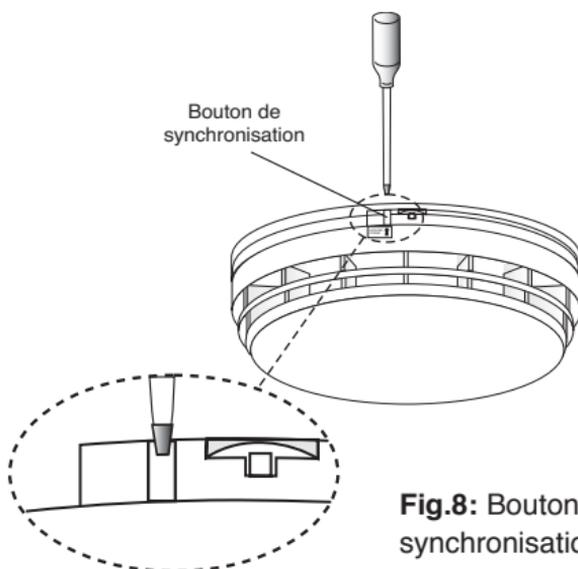

Fig.8: Bouton de synchronisation
1. Insérez un petit tournevis dans le logement vertical de la base pour activer le bouton de synchronisation (voir la figure 8). Maintenez-le enfoncé jusqu'à ce que le voyant bleu s'allume puis relâchez-le. Le voyant bleu clignote alors rapidement pendant 1 seconde environ pour indiquer que l'appareil se trouve à présent en mode Synchronisation.